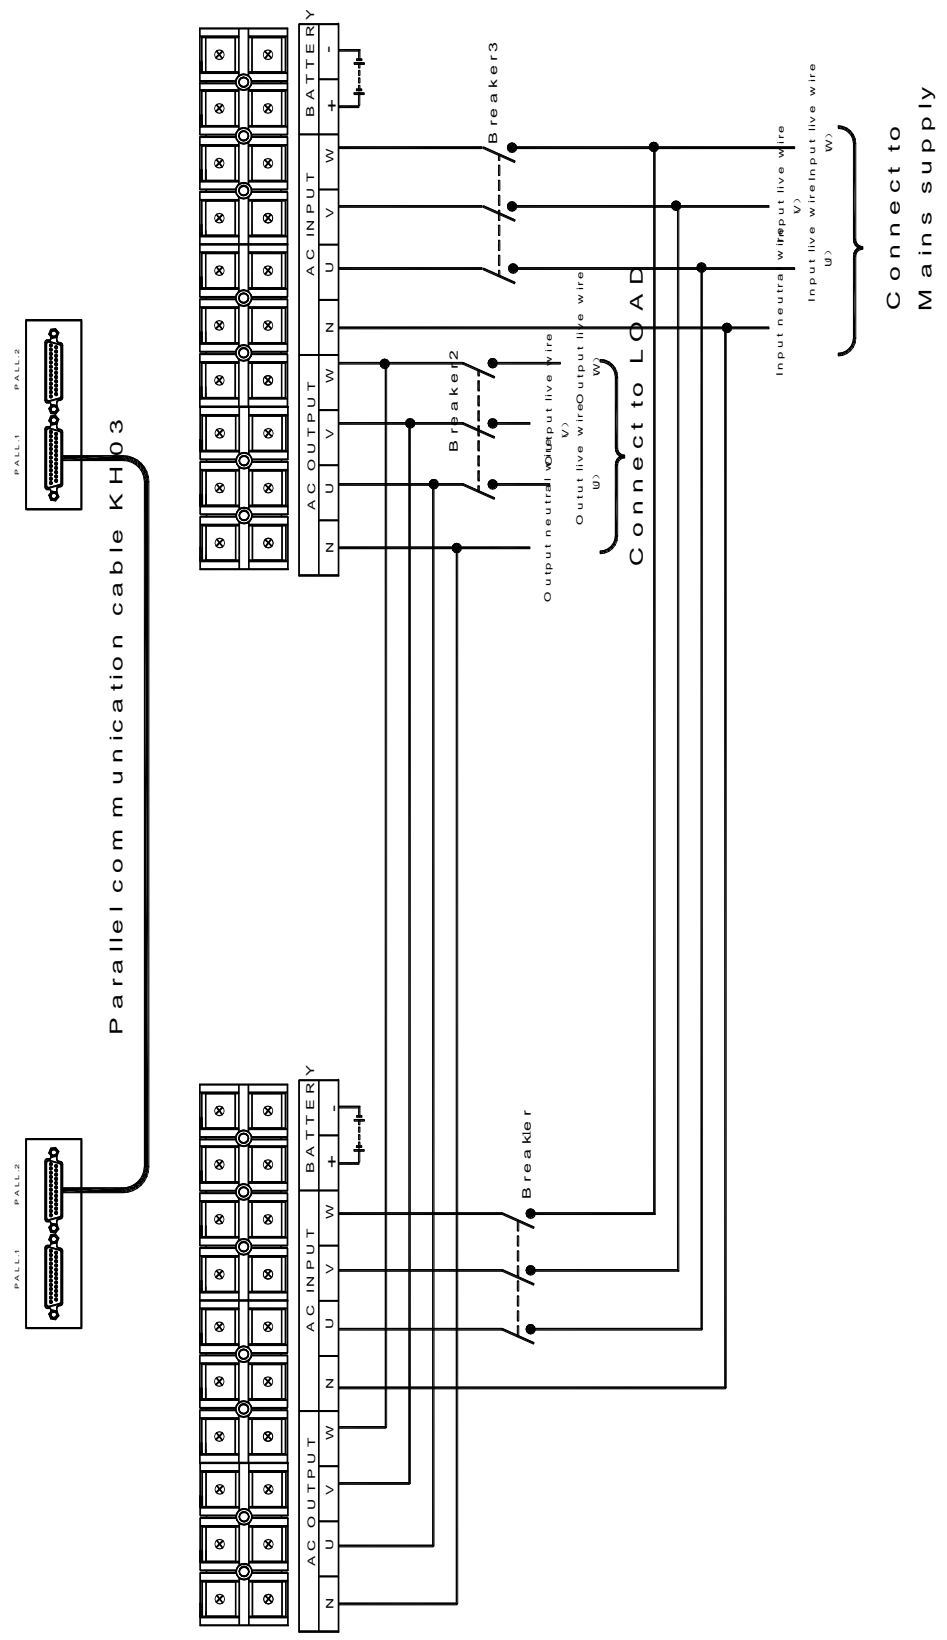

Fig 4-12 Conexão do Nobreak NKT (40~60KVA) – Sistema Paralelo
- 2) Como mostrado na Fig 4-12 conecte os cabos de entrada, saída e bateria;
O modo da conexão detalhada está referido na Fig 4-12.